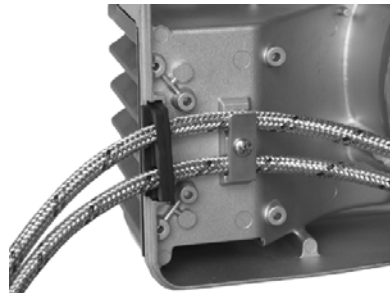

Fig. 27
- 4 Fijar los manguitos con indicados en Fig. 27.